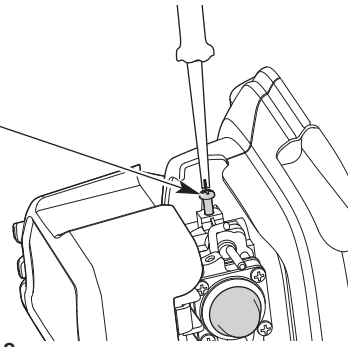

Fig. 18
2. Relâchez la manette des gaz et laissez le moteur tourner au ralenti. Si le moteur s'arrête, insérez un petit tournevis à pointe cruciforme pour tourner la vis du ralenti dans le sens horaire, de 1/8 de tour à la fois (comme nécessaire) jusqu'à ce que le moteur tourne au ralenti (Fig. 18).
3. Si le ralenti du moteur est trop rapide, tournez la vis de réglage du ralenti dans le sens horaire inverse, de 1/8 de tour à la fois (comme nécessaire) pour réduire le régime du ralenti (Fig. 18).